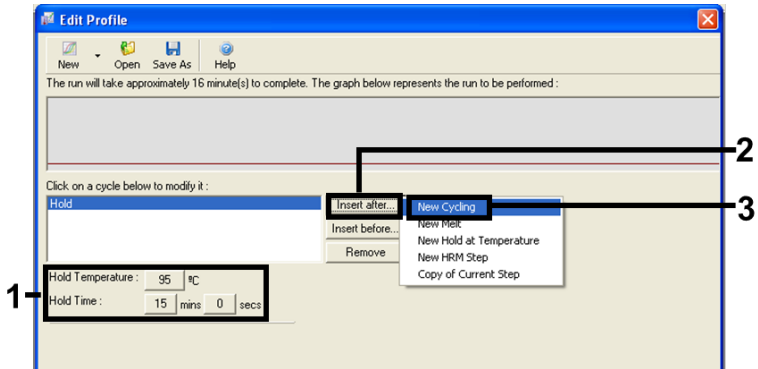

Figura 5. Paso de incubación inicial a 95 °C.
7. Establezca el valor en el campo Hold Temperature (Mantener temperatura) en 95°C y el valor en el campo Hold Time (Tiempo de retención) en 15 mins 0 secs (15 min 0 s). Haga clic en Insert After (Insertar después) y seleccione New Cycling (Ciclos nuevos) (figura 5).